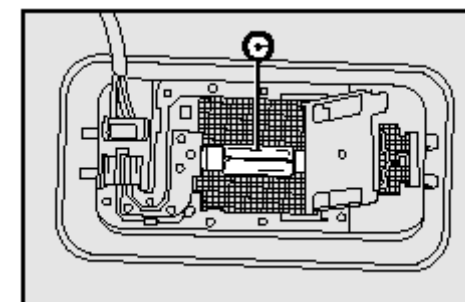

Рис.38
- Замените лампу **C** – **рис.38** для этого надо ее извлечь из боковых контактов, установите новую лампу и убедитесь, что новая лампа надежно зафиксировалась в контактах;